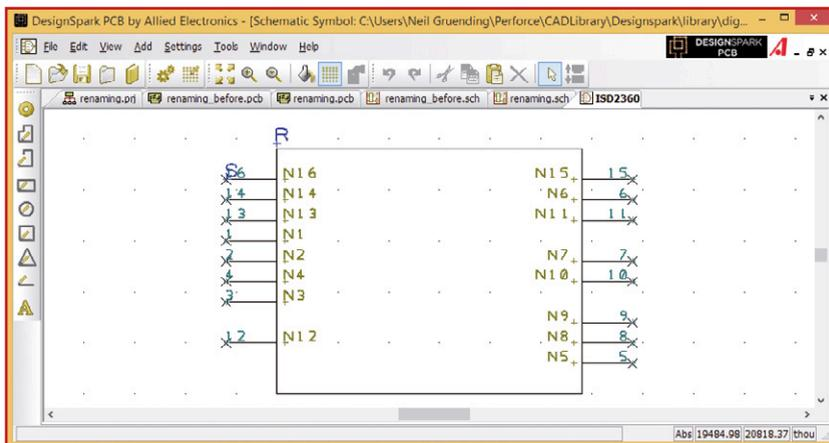

Figure 1.
6. Une fois que sa configuration est flashée, *GesturePort Demo* est autonome. Débranchez la passerelle I2C - USB et connectez la carte *GesturePort Demo* à votre Raspberry Pi comme sur la fig. 1. Vérifiez que *GesturePort Demo* est alimenté par un chargeur USB (mini connecteur USB). Si vous n'en avez pas sous la main, siphonnez l'alimentation sous 5 V du Raspberry Pi.
un peu d'édition, je suis arrivé au symbole de la **figure 1**. Les broches sont là où je les veux, mais, si vous y regardez de plus près, vous remarquerez qu'elles possèdent les noms par défaut N1 à N16. Pour l'instant cela suffira ; nous les changerons plus tard au niveau du composant. Une astuce consiste à disposer dès maintenant des chaînes de caractères temporaires sur les noms des broches pour s'assurer que les noms définitifs tiendront dans le symbole.